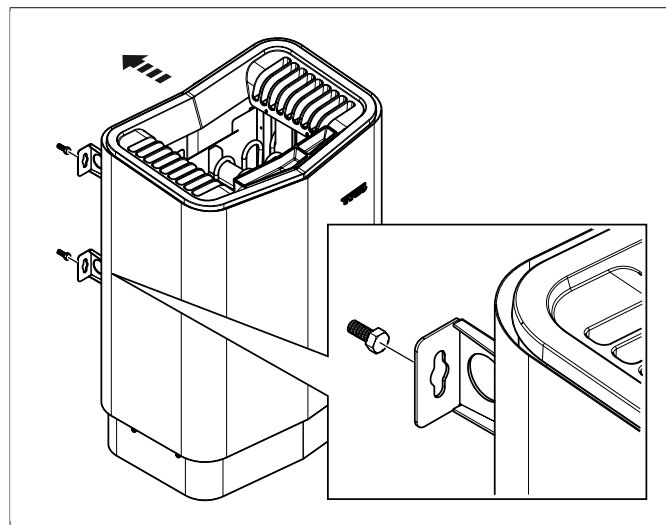

Fig 12: Häng upp aggregatet
11. Häng upp aggregatet på skruvarna se **Fig 12**, sidan 5.